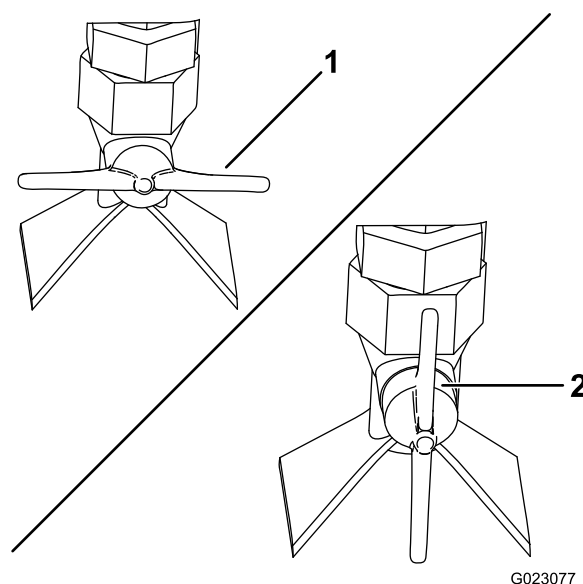

Figura 91
- Para rociar en forma de abanico, ponga la válvula situada en el lateral de la boquilla en posición horizontal (Figura 91).
- Para aplicar un chorro, ponga la válvula situada en el lateral de la boquilla en posición vertical (Figura 91).